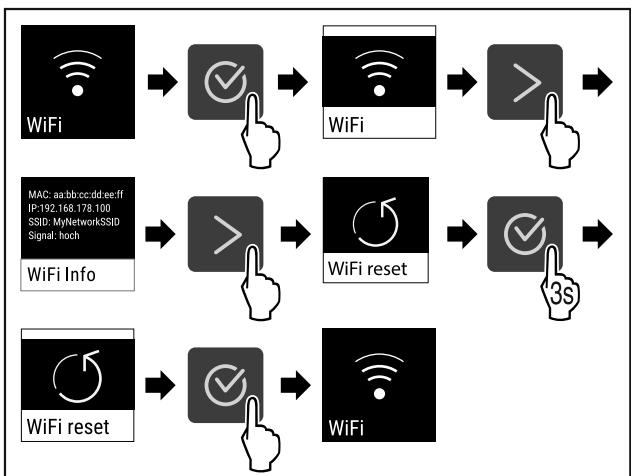

Fig. 88
- Провести етапи операцій (див. Fig. 88).